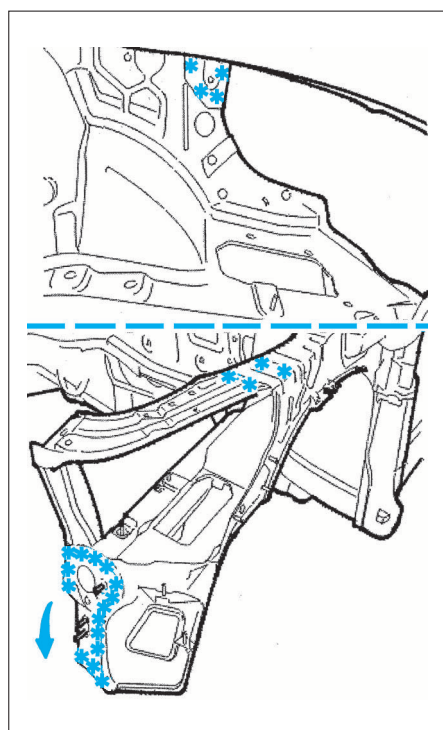

FIG. 2
• Fraiser les points de soudure électriques (Fig.2).